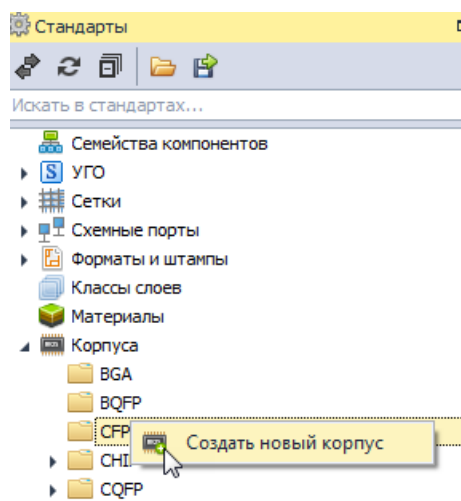

Рис. 82 Создание нового корпуса выбранного типа
2. Выберите требуемый тип корпуса и в контекстном меню выберите пункт «Создать новый корпус», Рис. 82.